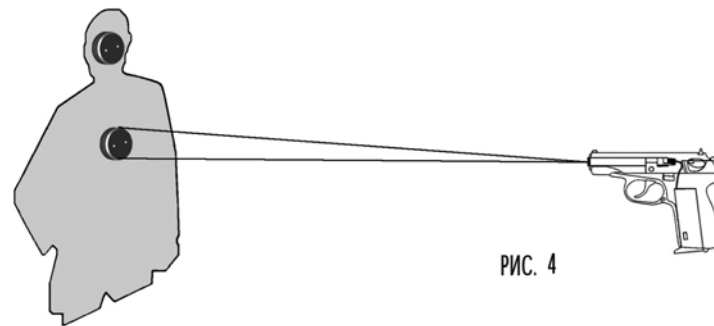

РИС. 4
5.4. Электронная мишень ЭМ 4 может быть использована в комплекте со стандартными мишенями или произвольными изображениями. На рисунке 4 показан пример использования в комплекте с мишенью. В комплекте с мишенью рекомендуется использовать несколько ЭМ 4 (Рис.4).
- 6.3. При работе в комплекте с мишенью или изображением предварительно с помощью липких элементов закрепить ЭМ 4 в необходимые зоны (рис.4).